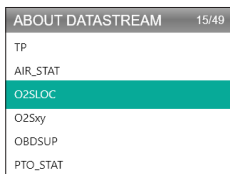

図 9.1.3
3. データフロー（図 9.1.3 を参照）を選択し、[OK] を押して各データフロー項目の定義を表示します。